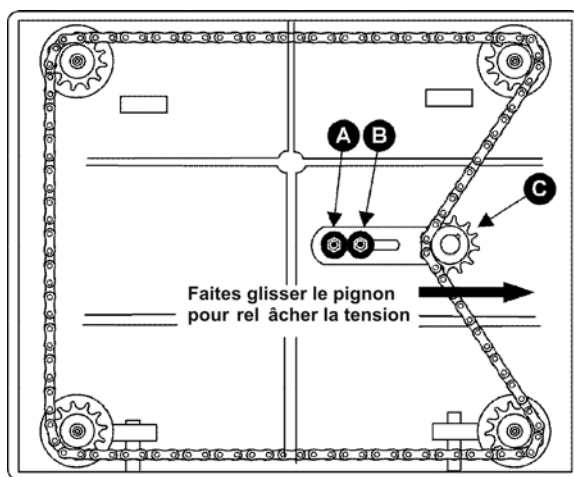

Figure 22
2. Retirez les boulons en maintenant la raboteuse sur le support. Inclinez la raboteuse sur le côté pour exposer la partie inférieure de la base (Figure 22).
3. Retirez le boulon (A, Figure 22) et desserrez le boulon (B-Figure 22). Cela vous permettra de déplacer le dispositif du pignon du tendeur (C, Figure 22) assez loin pour relâcher la tension sur la chaîne.
6. Lorsque les réglages sont corrects, remplacez la chaîne située autour du pignon de coin, faites coulisser à nouveau le pignon du tendeur (C-Figure 22) pour tendre encore la chaîne, serrez le boulon (B, Figure 22) puis insérez et serrez le boulon (A, Figure 22).